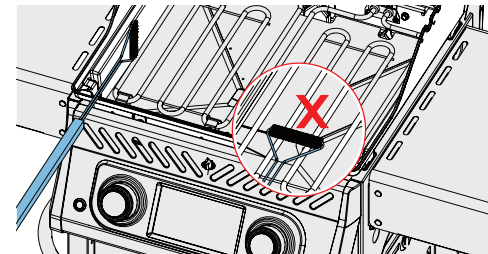

Abb. 7
2. Verwenden Sie eine weiche Messingdrahtbürste, um lose Rückstände zu entfernen. Bürsten Sie alle Rückstände aus dem Inneren des Geräts in die herausnehmbare Tropfschale. Verwenden Sie die Bürste nicht auf den elektrischen Brennern. (Abb. 7)